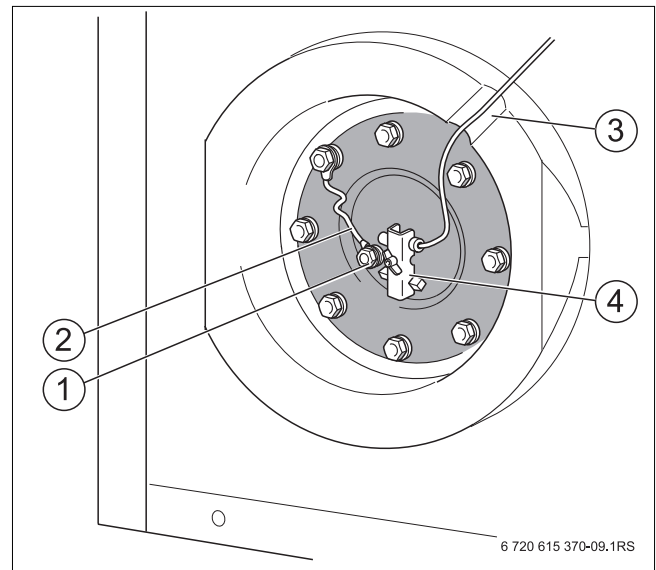

Fig. 10 Conexión a la abertura de inspección
- Guíe el cable de la sonda por la ranura del aislamiento térmico (→ fig. 10, [3]) hasta la tapa del registro de acceso manual.
- Monte la sonda de temperatura en la fijación para la sonda conforme a su forma geométrica o al diámetro (→ fig. 10, [4]).